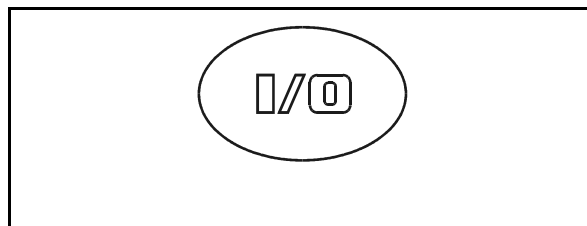

Fig. 28
EIN (I) / AUS (O) (Fig. 28). Über diese Taste schalten Sie den **AMATRON+** ein- und aus.